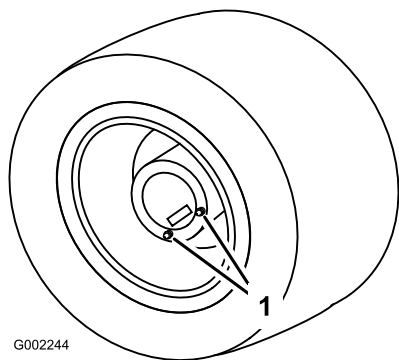

Figura 48
3. Coloque um recipiente debaixo dos tampões de escoamento e retire-os da roda (Figura 48).